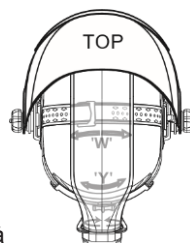

Fig. 3
- Huvudbonadens totala omkrets kan göras större eller mindre genom att vrida på knoppen på baksidan av huvudbonaden. (Se justering "Y" i fig. 3). Detta kan göras medan du bär ansiktsskyddet och gör det möjligt att ställa in rätt spänning så att ansiktsskyddet sitter stadigt på huvudet utan att vara för hårt åtsittande.
- Om huvudbonaden sitter för högt eller för lågt på huvudet, justera remmen som går över huvudet. För att göra detta, frigör änden av bandet genom att trycka ut låspinnen ur hålet i bandet. Skjut de två delarna av bandet till önskad bredd och tryck in låspinnen i närmaste hål. (Se justering "W" i fig. 3).